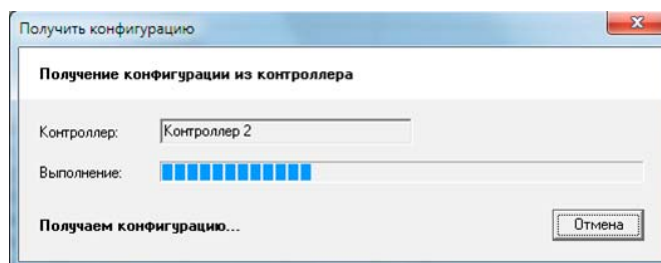

Рисунок 41 – Получение конфигурации из контроллера
- 7) Нажмите кнопку "Выбрать" в окне "Выбор контроллера", на экране отобразится процесс чтения конфигурации (см. Рисунок 41). Дождитесь окончания обмена данными с контроллером.